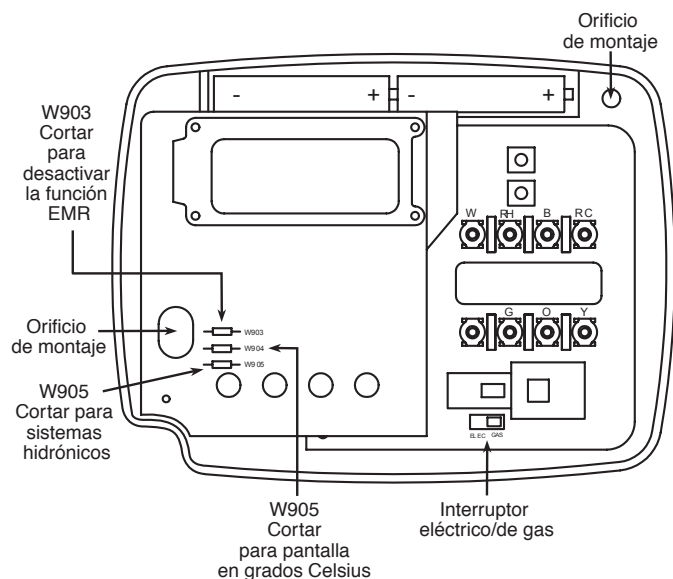

Figura 1. Base del termostato
Este termostato está configurado de fábrica para operar un sistema de aire forzado con combustible fósil (gas, aceite, etc.) de calor/frío. Está correctamente configurado para cualquier sistema que NO requiera que el termostato energice el ventilador en una llamada de calor. Si su sistema es un sistema eléctrico o de bomba de calor que REQUIERE que el termostato encienda el ventilador en una llamada de calor, ubique el interruptor **GAS/ELECTRIC** (vea la figura 1) y colóquelo en la posición **ELECTRIC**. Esto permitirá al termostato energizar el ventilador inmediatamente en una llamada de calor. Si no está seguro si el sistema de calefacción/refrigeración requiere que el termostato controle el ventilador, póngase en contacto con un servicio técnico de calefacción y aire acondicionado calificado.
Para desactivar el EMR, corte el cable de puente W903 (vea la figura 1).
5. Fije la base a la pared sin ajustarla demasiado, como muestra la figura 1, usando dos tornillos de montaje. Ajústela hasta que quede bien nivelada y luego apriete los tornillos. (Esto es por razones estéticas solamente y no afectará el funcionamiento del termostato.) Si utiliza los orificios de montaje existentes, o si los orificios perforados son demasiado grandes y no le permiten ajustar bien la base, use anclajes plásticos para fijar la subbase.
Este termostato requiere 2 pilas alcalinas "AAA" para funcionar. Si aparece el mensaje "**LO BATTERY**" significa que las pilas tienen poca carga y deben cambiarse. Para obtener resultados óptimos, cambie las pilas una vez al año por pilas alcalinas nuevas de alguna marca líder como Duracell® o Energizer®. Para cambiar las pilas, instálaslas a lo largo de la parte superior de la base (vea la figura 1). Las pilas deben instalarse con los polos positivos (+) hacia la derecha.
- **CONVERTIBILIDAD °F/°C** — El ajuste predeterminado de fábrica es en grados Fahrenheit. Cortando el puente W904 en la placa de circuito (vea la figura 1) puede cambiar la configuración a grados Celsius.